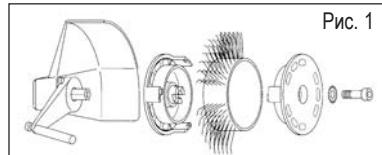

Рис. 1
2. При выборе ленты Bristle Blaster® учитывать обрабатываемую поверхность (угол, лента 11 мм, лента 23 мм). Пере-крыть подачу скатого воздуха, а затем с помощью соответствующего держателя надлежащим образом закрепить ленту Bristle Blaster® 23 мм или 11 мм (учитывая направление вращения), наложить стопорную шайбу с упругими зубцами и ввернуть винт. См. рис. 1 и 2.